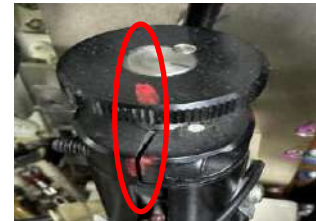

Fig. 34
3.3. Cambiamos, ajustamos y marcamos el tornillo para verificar el movimiento de este. (Fig. 34).